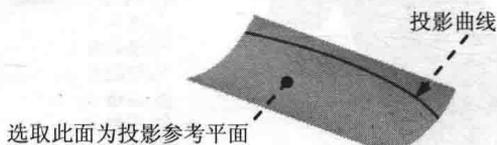

图 1.5 投影曲线 1
Step4. 创建图 1.5 所示的投影曲线 1。
(2) 选择命令。单击 **模型** 功能选项卡 **编辑** 区域中的  按钮。
(3) 定义参考。选取图 1.5 所示的面为投影面, 采用系统默认方向。
(4) 单击  按钮, 完成投影曲线 1 的创建。